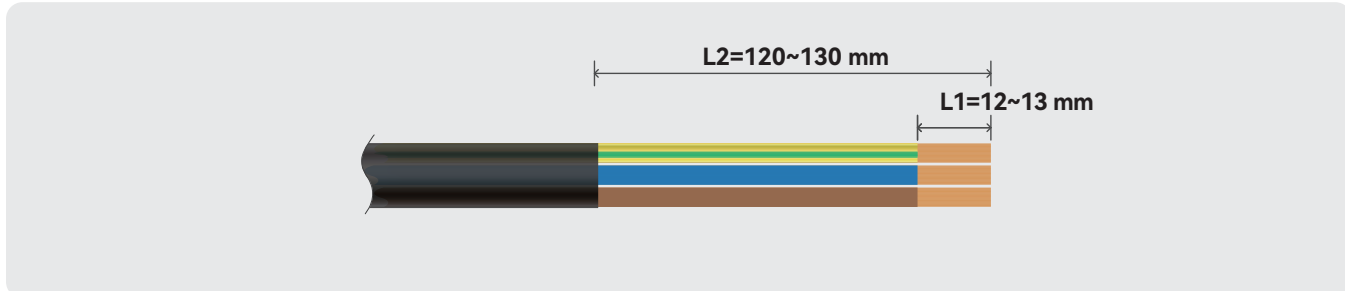

Abbildung 5-3 Abisolierschema für Kabel
- Wählen Sie ein 2,5 mm2 + Kabel und isolieren Sie es gemäß Abb. 5-3 ab. Abisolierlänge L1=12 mm~13 mm, L2=120~130 mm.